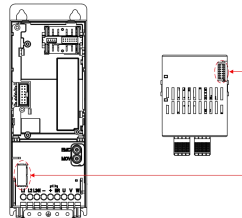
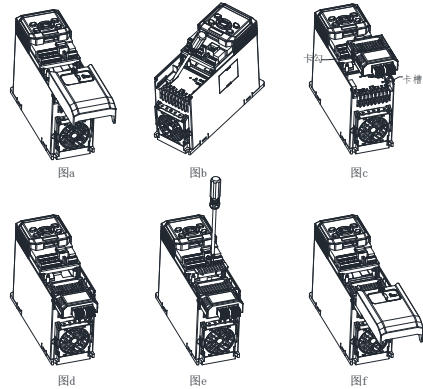

图 2 电气接口图
图 3 PLC 选件安装步骤图
- 变频器非上电状态下，按下盖板中上部颗粒状处，用力向下滑动，取下变频器下盖板，如图 3-a 所示。
- 使用一字螺丝刀撬掉防尘盖，如图 3-b 所示。
- 安装 PLC 选件：将内装有 PLC 卡的扩展盒朝上，对准电气接口（见图 2），水平往下按压，使得扩展盒弹压式卡口和变频器下端卡勾咬合，如图 3-c 与图 3-d 所示，再用随机附送的压片固定扩展选件并用螺钉锁紧（仅箱体 B 机型），如图 3-e 所示。
- 完成 PLC 选件组装，如图 3-f 所示。